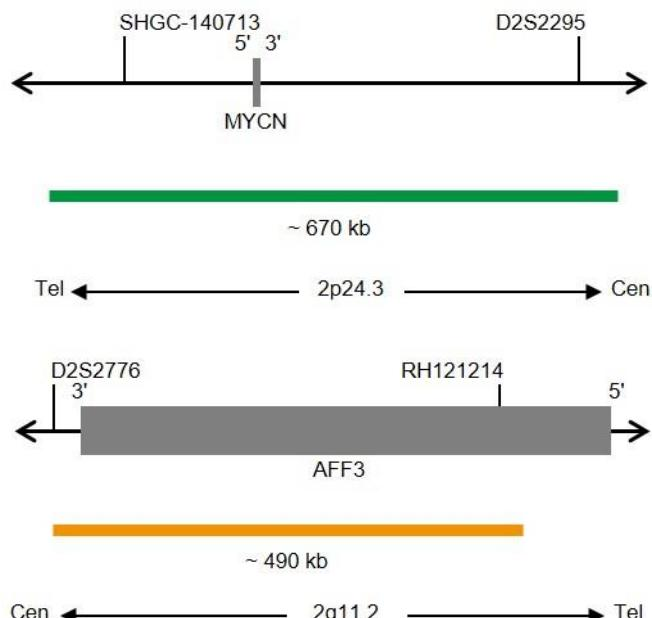

Fig. 1: Cima: SPEC MYCN Mapa da sonda; Baixo: SPEC 2q11 Mapa da sonda (sem escala)
- Polinucleótidos (~10 ng/μl) com marcação ZyGreen (excitação 503 nm/emissão 528 nm), dirigidos ao mapeamento de sequências alvo em 2p24.3* (chr2:15,846,046-16,517,671) contendo o gene MYCN (ver Fig. 1).
- Polinucleótidos (~4.5 ng/μl) com marcação ZyOrange (excitação 547 nm/emissão 572 nm), dirigidos ao mapeamento de sequências alvo em 2q11.2* (chr2:100,132,806-100,621,725) (ver Fig. 1).